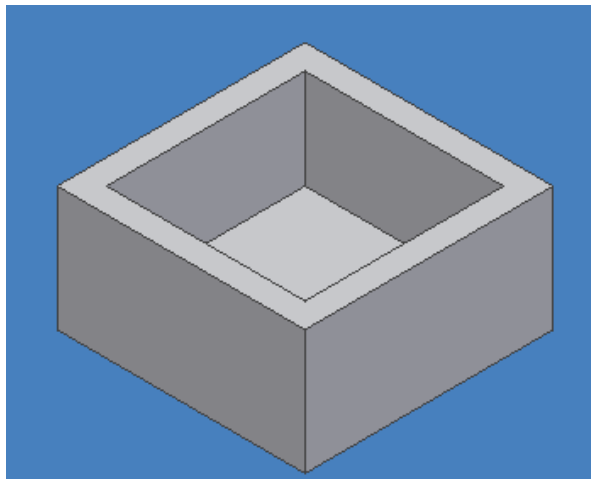

Figura 3.36 Resultado del proceso de vaciado.
- Termine el comando presionando OK, figura 3.36.